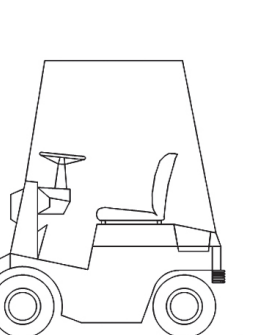

Fig. 7B
- Forare il pavimento come indicato in Fig. 7B.
- Fissare i piedi mediante tasselli ad espansione come indicato in Fig. 7B.
- Pierce the floor as Fig. 7B shows.
- Fasten the feet by means of the screw anchors as Fig. 7B shows.
- Percer le sol comme indiqué sur la Fig. 7B.
- Fixer les pieds à l'aide de chevilles à expansion, comme indiqué sur la Fig. 7B.
- Den Boden wie auf Abb. 7B dargestellt anbohren.
- Die Füße mit Expansionsdübeln befestigen, wie auf Abb. 7B dargestellt.
- Perfore el pavimento como se indica en la Fig. 7B.
- Fije los pies mediante tacos de (expansión como) se indica en la Fig. 7B.